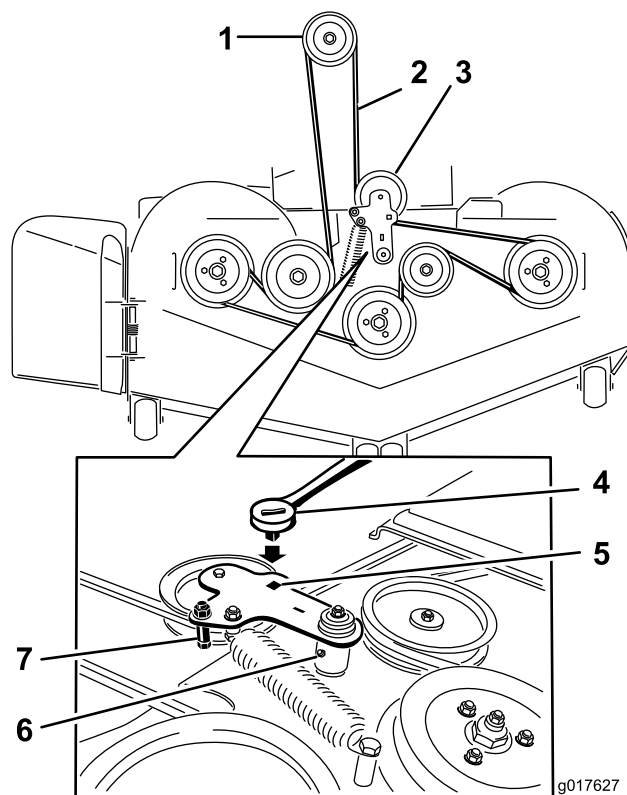

Figura 82
- Sollevate la bacinella e inserite il cricchetto nel foro quadrato del tendicinghia del piatto di taglio (Figura 82).
- Ruotate il tendicinghia del piatto di carico in senso orario e togliete la cinghia del tosaerba (Figura 82).